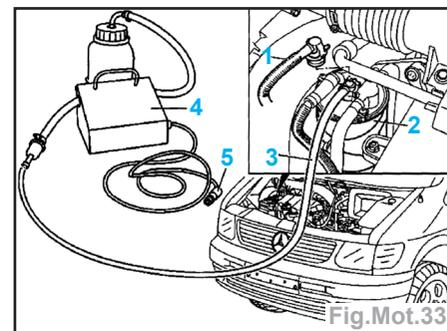

Fig.Mot.33
- Démontez la conduite de départ de carburant (1) sur le filtre à carburant (2) (Fig.Mot.33).